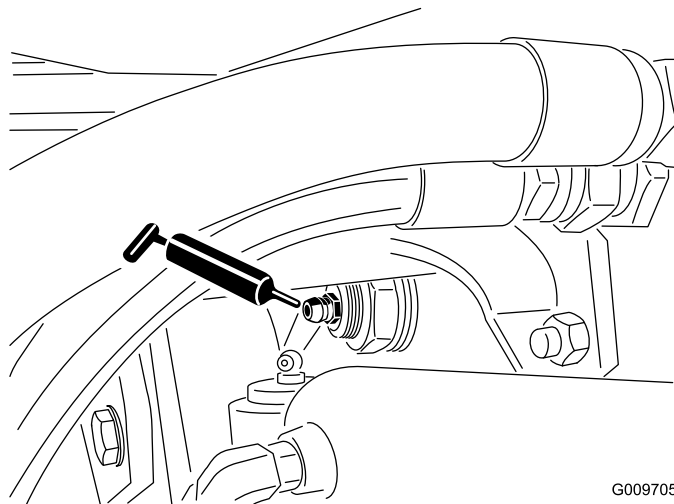

Figura 59
- Casquilhos da articulação do eixo traseiro (2), como se mostra na Figura 59